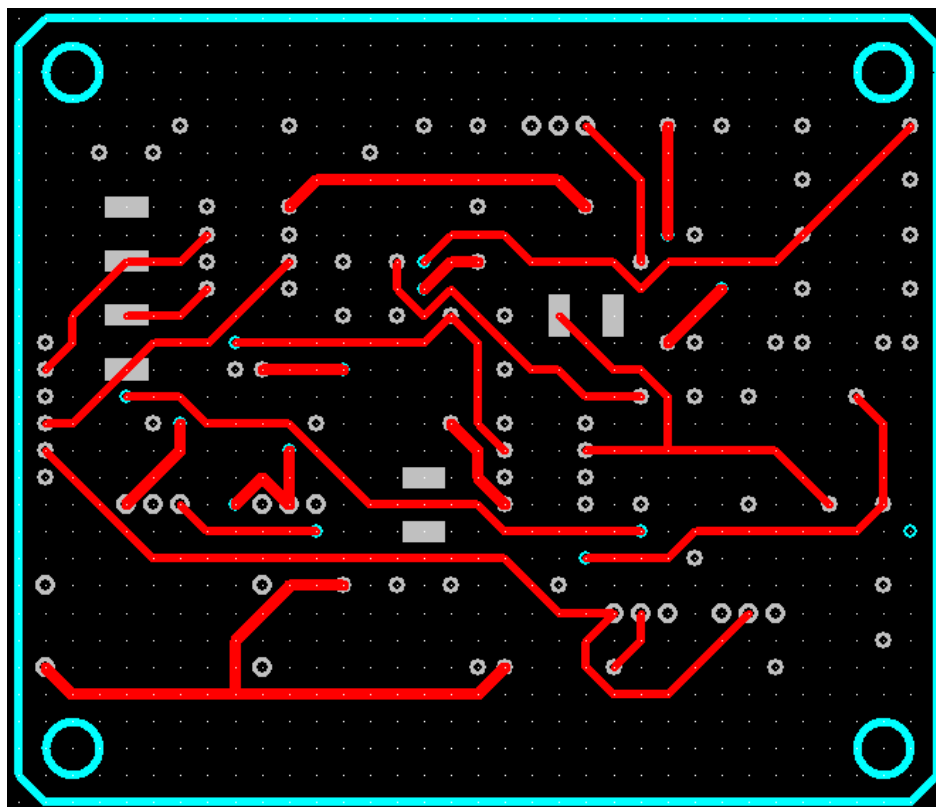
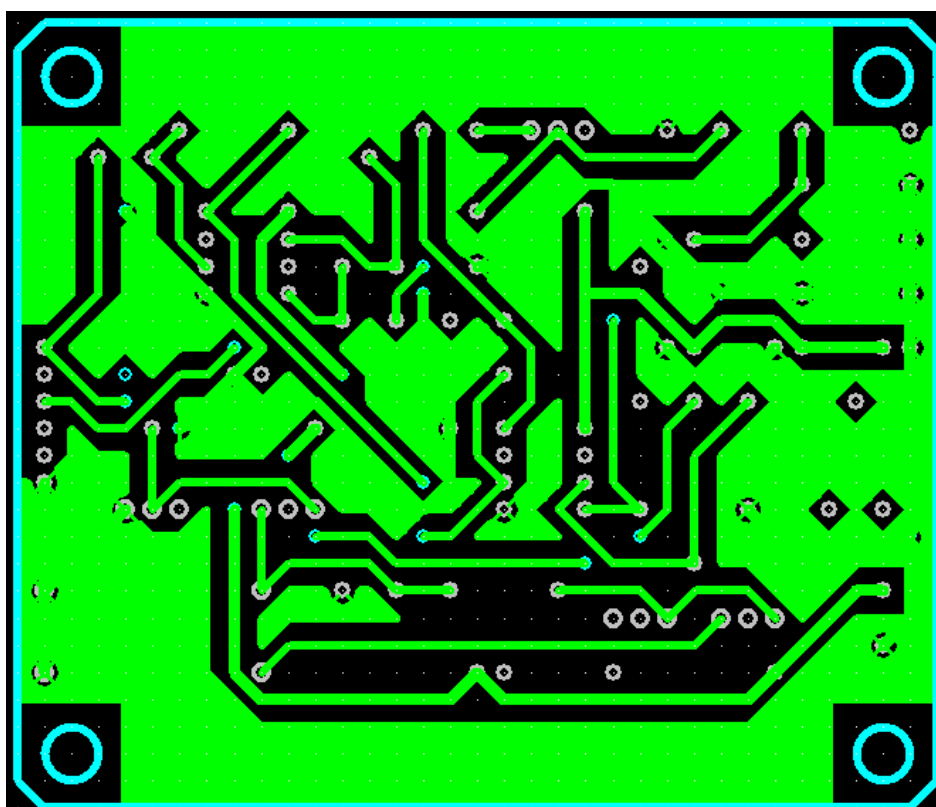

Рис. 13 Лицевая сторона ПП
Рис. 14 Обратная сторона ПП
- 4.17 Создайте все необходимые заливки на обратной стороне печатной платы (рис. 14).
- 5.2 Также просмотрите сигнальные слои. Для этого необходимо последовательно сделать доступными попарно слой **Top** и **Board**, а затем **Bottom** и **Board** (рис. 13 и рис. 14, соответственно).